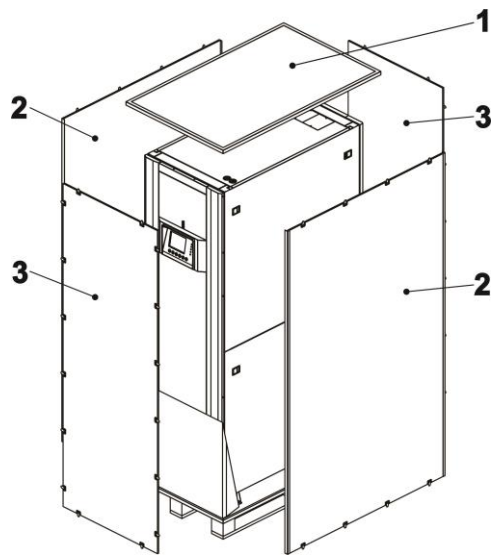

图 3-10
2. 依照图 3-10 所示的顺序从 1 到 5，依序拆下 5 片包装板。